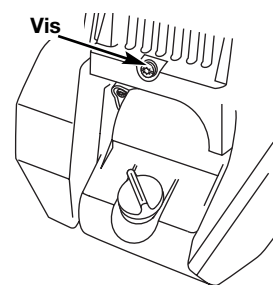

Fig. 32
3. Enlevez la vis derrière le couvercle du moteur (Fig. 32).